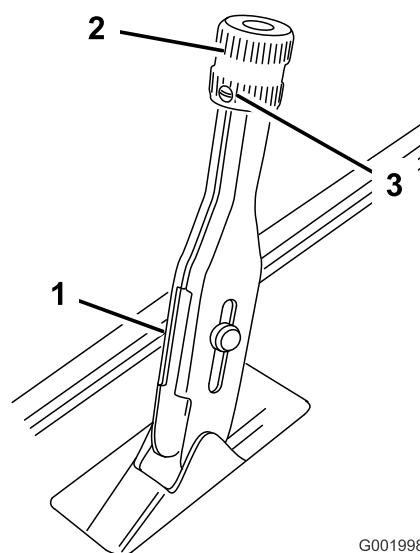

Bild 64
1. Lockern Sie die Stellschraube, mit der das Handrad am Feststellbremshebel befestigt ist (Bild 64).